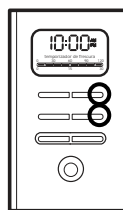

Figura 1
2. Pressione e mantenha pressionado os botões da “Hora” e minuto “Min” até que esteja marcando a hora certa. O indicador de AM ou PM se acenderá na parte inferior do visor (Figura 1) indicando se trata-se das horas antes do meio dia (AM) ou depois do meio dia (PM).